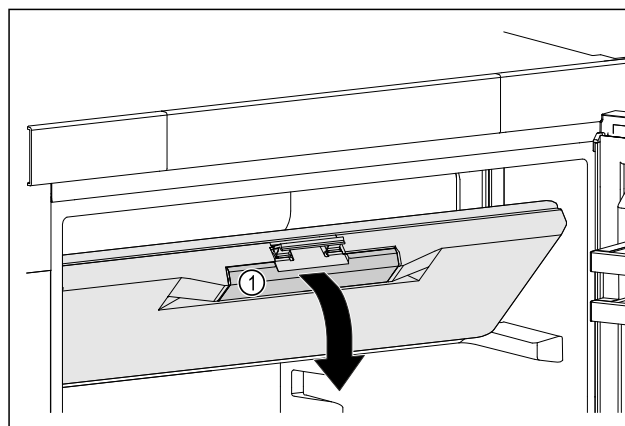

Fig. 48
- Fogja meg a fagyasztórekesz ajtaját a fogantyúmélyedésnél Fig. 48 (1).